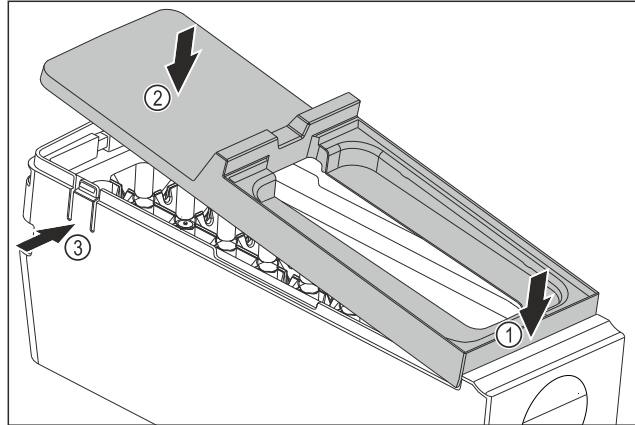

Fig. 79
- ▶ Abdeckung des EasyTwist-Ice-Korpus montieren: Abdeckung vorne ansetzen. Fig. 79 (1)
- ▶ Abdeckung hinten absenken. Fig. 79 (2)
- ▷ Abdeckung rastet hörbar in beiden Laschen Fig. 79 (3) ein.